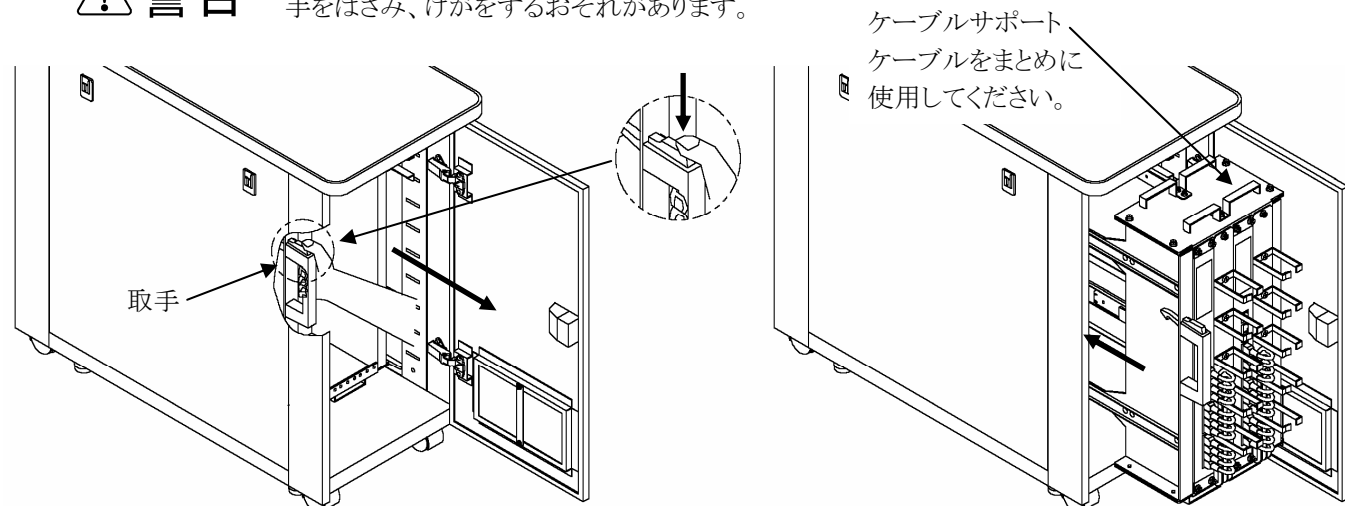
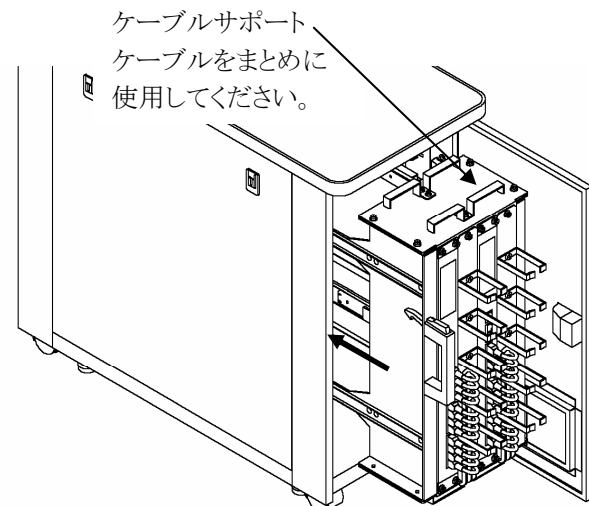

図16 19インチ機器取付け棚の引き出し
図17 19インチ機器搭載例
- ① 19インチ機器取付け棚左側の取手をつかみ、上部のボタンを押しながら手前に引き出してください。(図16)
- ② ケーブルを後ろ側に出すときは、上下のケーブルサポートを使用してください。
- ③ 機器を取付けましたら取手をつかみ、19インチ機器取付け棚をロックがかかるまで押し込んでください。(図17)